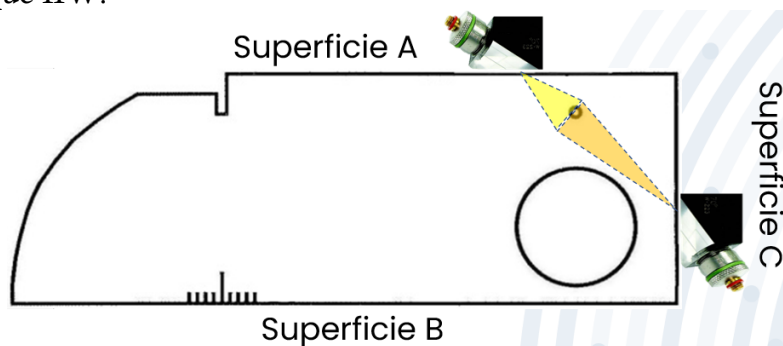

Figura 1. Mediciones que realizar en el bloque IIW Tipo 1.
- 7.2 En base a la Figura 1 se deberán realizar dos medidas. La primera desde la superficie A, que llamaremos A1, y la segunda desde la superficie C, que llamaremos C1.